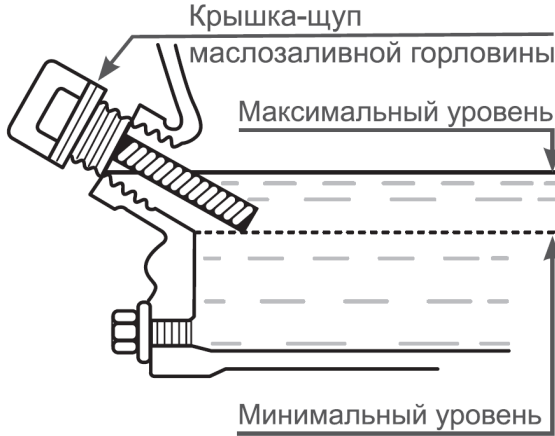

Рис. 4 Проверка уровня масла в картере
4. Аккуратно вытащите щуп и осмотрите его (Рис. 4). Уровень масла должен соответствовать верхней отметке на щупе. При недостаточном уровне масла в картере необходимо долить чистое масло до верхней отметки на щупе (что соответствует нижней кромке заливного отверстия). После окончательной проверки, плотно закрутите крышку-щуп.